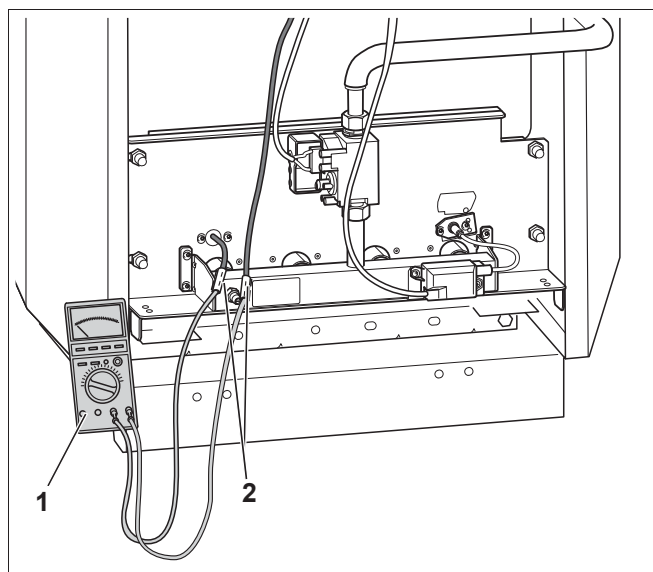

Рис. 30 Измерение тока ионизации
- Измерительный прибор (рис. 30, поз. 1) последовательно соединить с контактами снятого штекерного соединения контрольного кабеля (рис. 30, поз. 2).
- Выбрать на измерительном приборе (рис. 30, поз. 1) диапазон постоянного тока в мА.
- Восстановить штекерное соединение контрольного кабеля (рис. 30, стр. 48, **поз. 2**).